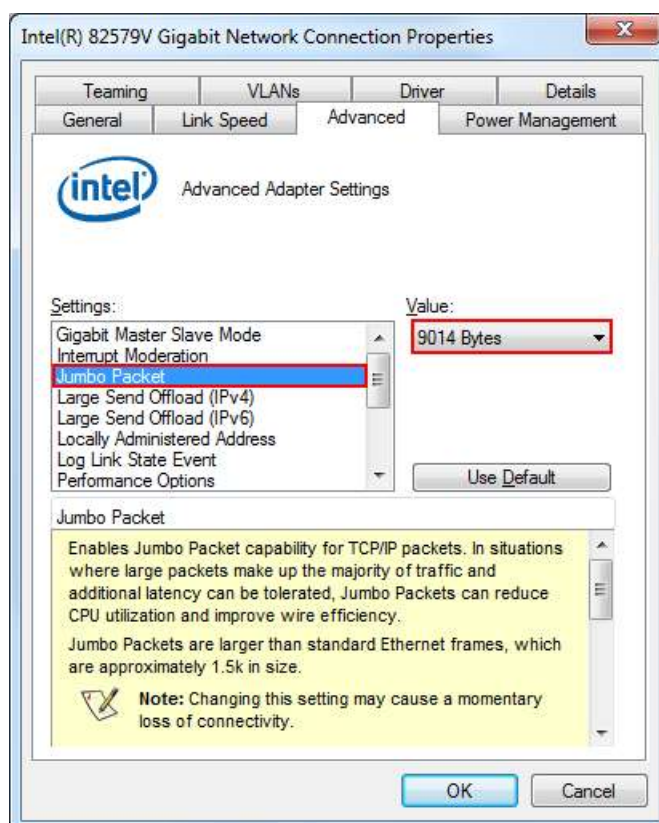

図 3-3: ジャンボ・フレームの設定
- アドバンス・タブにて図 3-3 の様に Jumbo Packet = 9014Bytes に設定します。